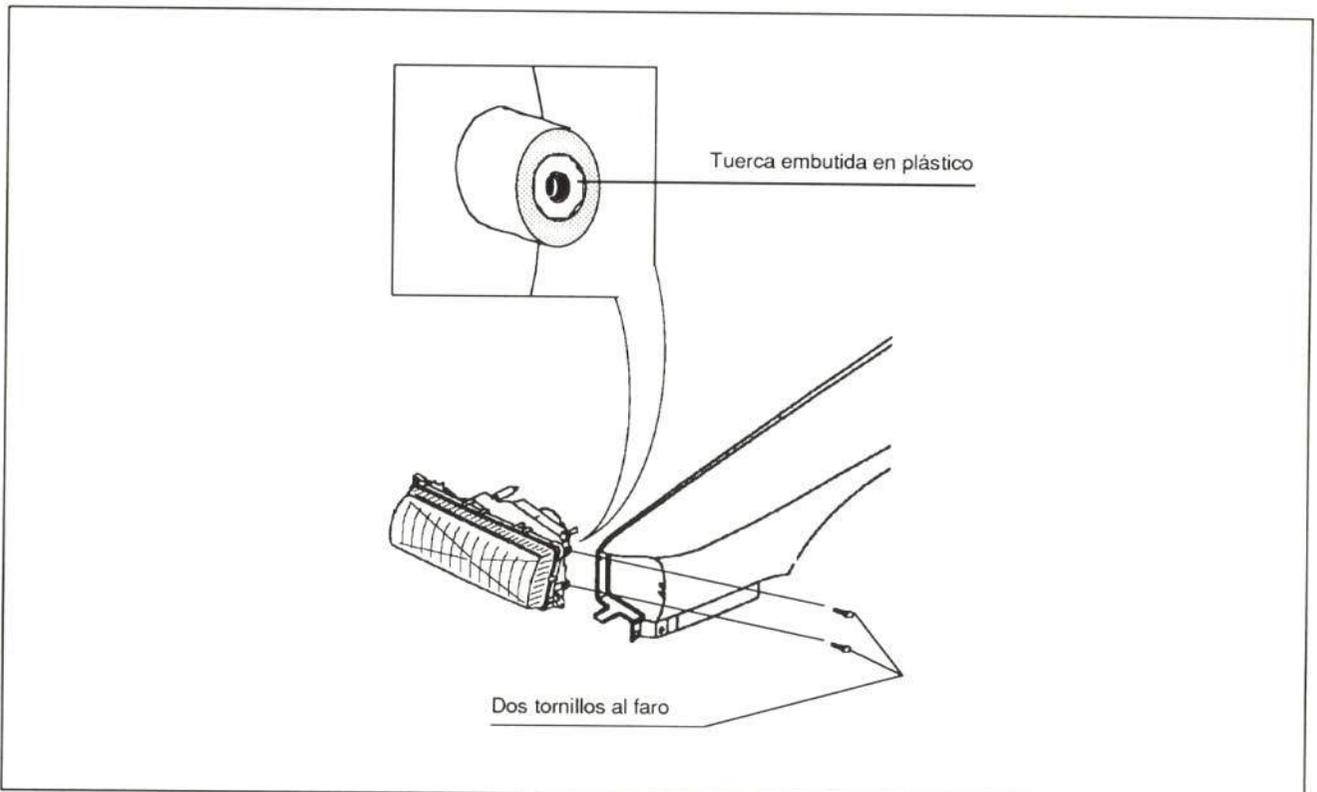

Fig. 5.- Sujeción de la aleta delantera
**2.2.- Aleta delantera:** En su parte anterior va sujeta al faro mediante 2 tornillos, donde se alojan dos tuercas embutidas en plástico (fig. 5)